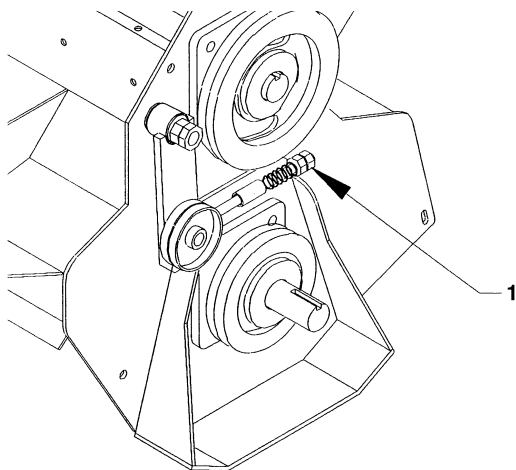

Figure 6
15. Régler la tension de la courroie avec l'écrou situé sur la tige de ressort (voir Fig. 6).
REGLAGE DE LA COURROIE DE TRANSMISSION (Fig. 6)